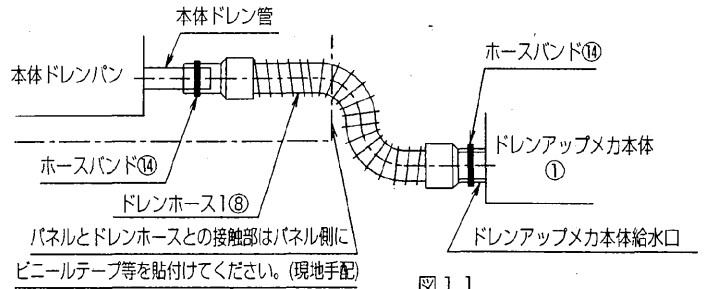

図11
- 1) 本体ドレン管と、ドレンアップメカ本体①のドレン給水口をドレンホース1⑧にて接続してください。…図11
2. 接続口は、ホースバンド⑭にて固定（2カ所）してください。（ホースバンド⑭のネジ部は、上にして固定してください。）